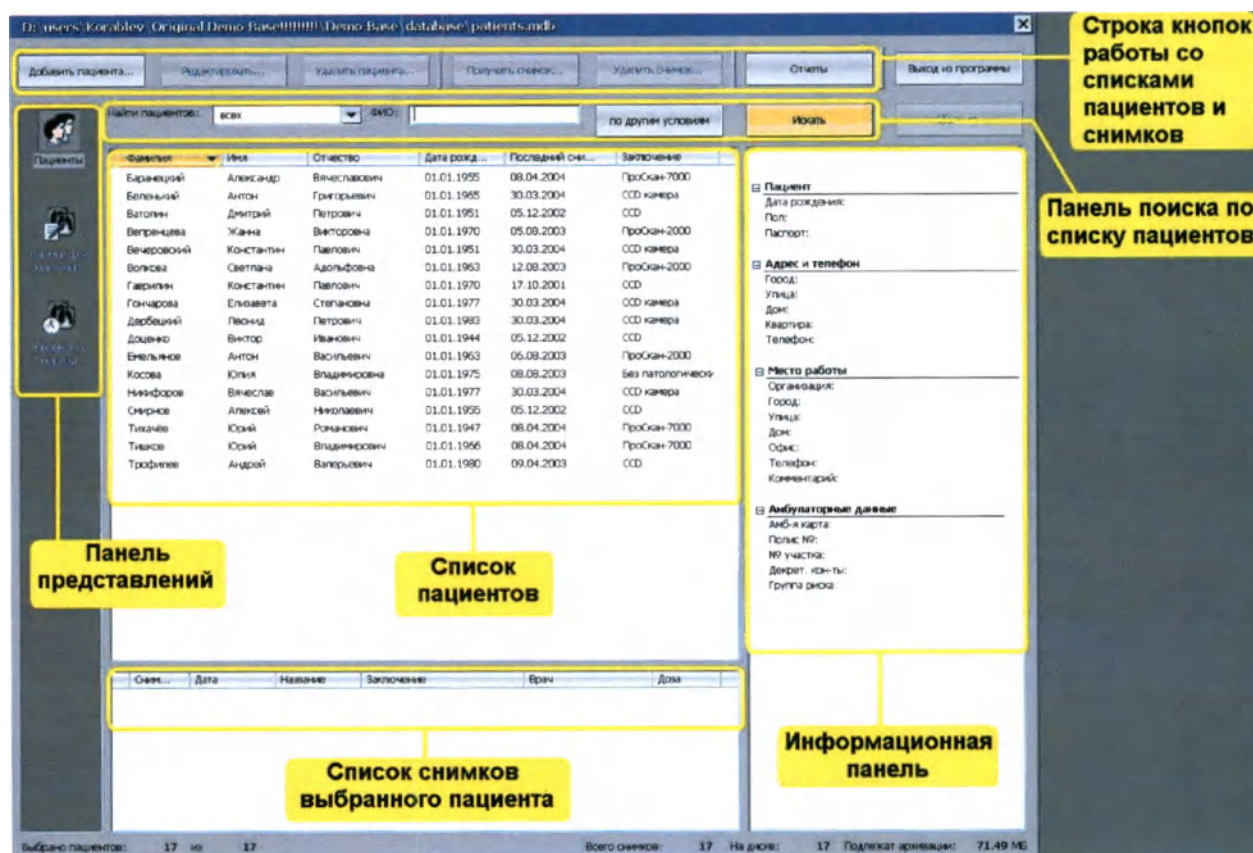

Рисунок 8 - Диалог работы с базой данных пациентов
6.6 На мониторе АРМ1 откроется диалог работы с базой данных пациентов (рис.8), где можно найти или добавить нового пациента.
6.6.2 Чтобы добавить в базу данных запись о новом пациенте, нажать на кнопку «Добавить пациента», расположенную в верхней части окна (рис.8).
Чтобы вернуться к полному списку пациентов, надо нажать кнопку **«Сбросить»** или **«Искать»**, расположенные в правом верхнем углу окна работы с базой данных (рис.8).
При этом появится окно работы с базой данных (рис.8).
6.9 Чтобы завершить работу с программой «ПроГраф», нужно нажать на кнопку «Выход из программы» в окне работы с базой данных (рис.8) или в меню главного окна «Файл» выбрать команду «Выход».